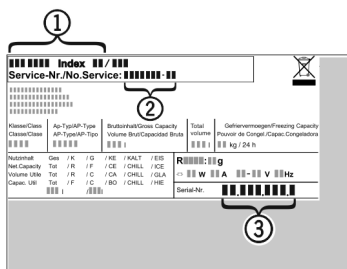

Fig. 7
▶ Odczytać z tabliczki znamionowej oznaczenie urządzenia Fig. 7 (1), nr serwisowy Fig. 7 (2) oraz numer seryjny Fig. 7 (3). Tabliczka znamionowa znajduje się po lewej stronie wewnątrz urządzenia.
- ▶ Poinformować serwis i podać opis zakłócenia, oznaczenie urządzenia Fig. 7 (1), nr serwisowy Fig. 7 (2) oraz numer seryjny Fig. 7 (3).